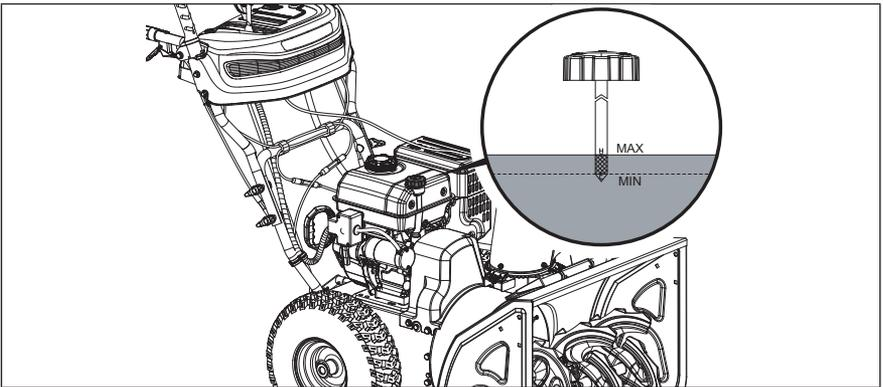

Figure 34
- Avec le moteur dans une position de niveau, remplissez jusqu'au repère supérieur de la jauge d'huile avec l'huile recommandée (0W-30). (Fig. 34)